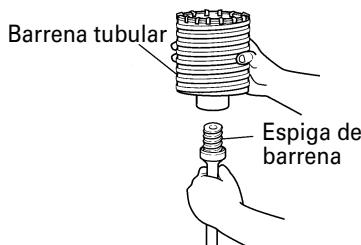

Fig. 11
- (1) Montar la barrena tubular en su espiga. (Fig. 11)